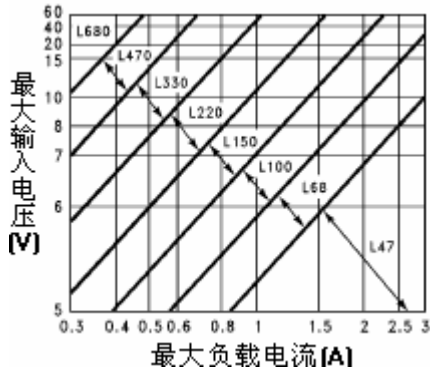

图 4.HYM2576(HV)-3.3
- 参见图 4, 5, 6, 7 中选择正确的电感值 (其中的输出电压分别是 3.3V,5.0V,12V,15V)。对于其他的输出电压值, 可以参考可调电压输出版本设计。
- 从电感号来确定电感值, 然后从图 4 中选择一个合适的电感。这里列出了四个厂家的电感元件的型号。